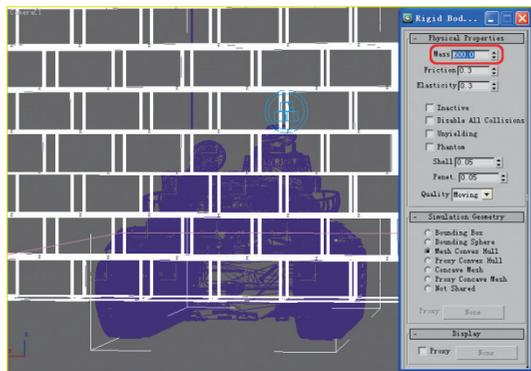

图9-30 设置Mass值
**02** 框选所有的墙砖，将其Mass值设置为600，如图9-30所示。